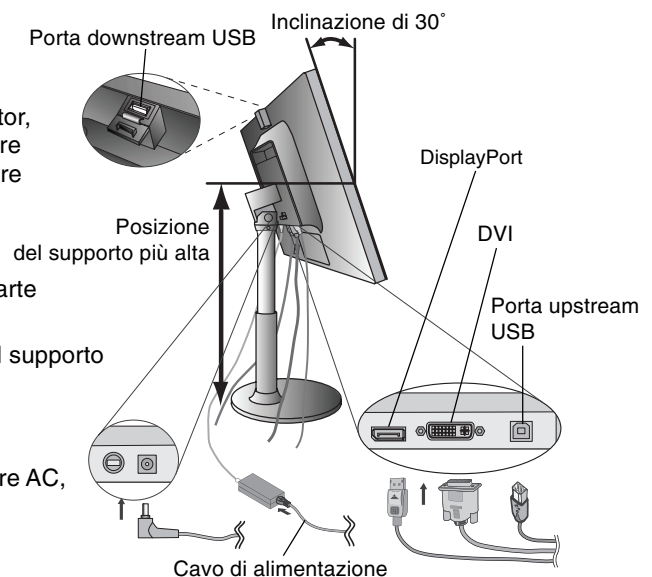
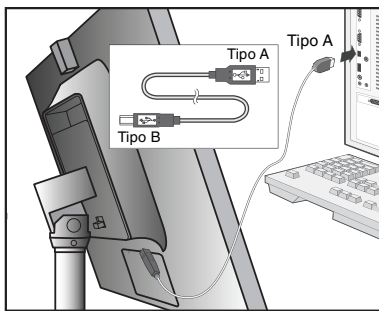

Figura B.1
Figura B.1a
3. Appoggiare le mani su entrambi i lati del monitor per inclinare lo schermo LCD di 30 gradi e alzarlo alla posizione più alta (**Figura B.1**).
4. Collegare tutti i cavi ai connettori appropriati sul retro del monitor, collegare il cavo di alimentazione con attacco fisso all'adattatore AC (**Figura B.1**). Utilizzando il cavo USB, collegare il connettore tipo B alla porta upstream USB sul lato destro posteriore del monitor e il connettore tipo A alla porta downstream sul computer (**Figura B.1a**). Se può essere utilizzato il cavo dal dispositivo USB, utilizzare una delle porte downstream nella parte superiore del lato posteriore del monitor.